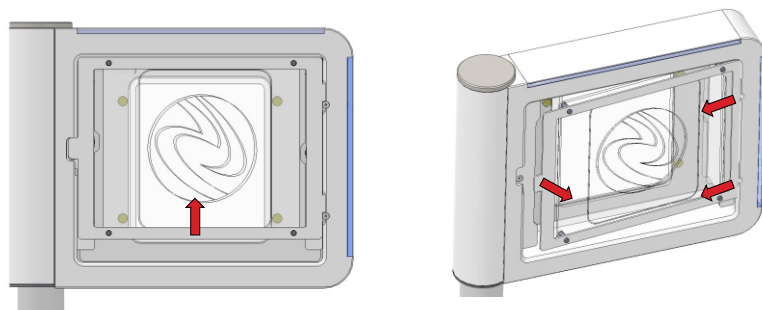

Рисунок 9 – Снятие отражателя
6.2.3 Для очистки зеркал следует снять отражатель: аккуратно приподнять за нижний край и вытащить из пазов (рисунок 9).